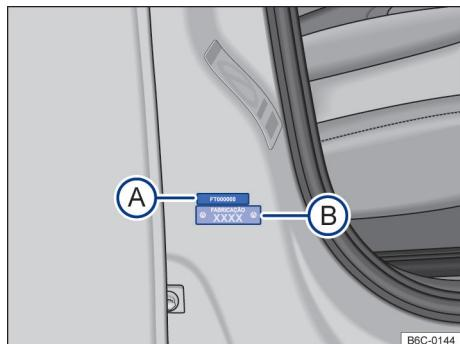

Fig. 174 Na coluna da porta dianteira direita: etiqueta com número de identificação do veículo parcial (A) e etiqueta do ano de fabricação (B).
As etiquetas com o número de identificação do veículo parcial estão localizadas na coluna da porta dianteira direita → Fig. 174 (A) e na coluna da suspensão esquerda. Estas etiquetas são destruídas ao serem removidas. Para chegar ao número de identificação do veículo parcial na coluna da suspensão esquerda, abrir a tampa do compartimento do motor ▲ → Página 188.
A etiqueta com o número de identificação do ano de fabricação está localizada na coluna da porta dianteira direita → Fig. 174 B). Esta etiqueta é destruída ao ser removida.